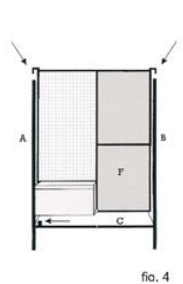

fig. 4
- Incassare il frontale F sulle pareti laterali e sul perno del piano in rete C come indicato dalle frecce (fig. 4)